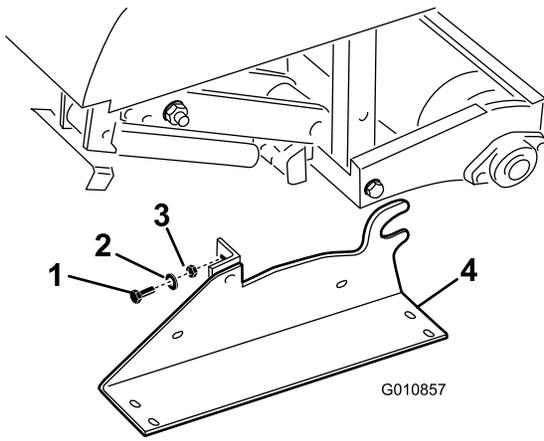

図 32
2. 保管用スタンドとエアレータとを接続しているボルトとロックワッシャとナットを取り外す（図 32）。